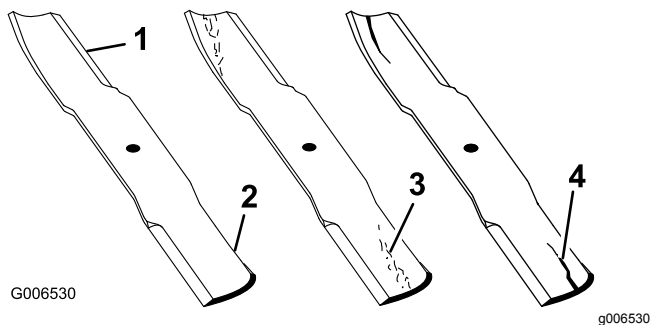

Figure 46
1. Examinez le tranchant des lames (Figure 46).
2. Inspectez les lames, surtout la partie relevée (Figure 46).
Remarque: Remplacez immédiatement toute lame endommagée, usée ou qui présente une entaille (repères 3 et 4 de la Figure 46).